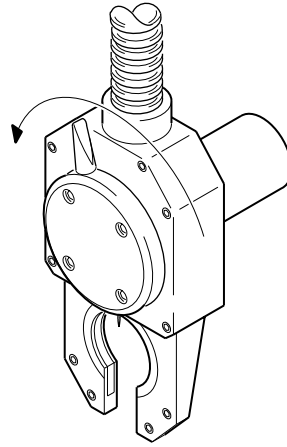

图 25 松开锁杆
1. 向逆时针方向转动焊头上的锁杆, 直到转不动为止。参考图 25。